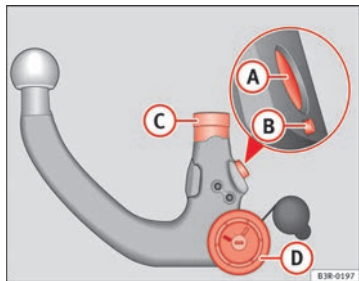

Abb. 153 Abnehmbare Anhängervorrichtung: Kugelstange
- Überprüfen Sie die Kugelstange am Verriegelungsbolzen (A), Auslösebolzen (B), Einsteckschaft (C) und Handrad (D) ⇒ Abb. 153 auf Verschmutzung und Beschädigung.